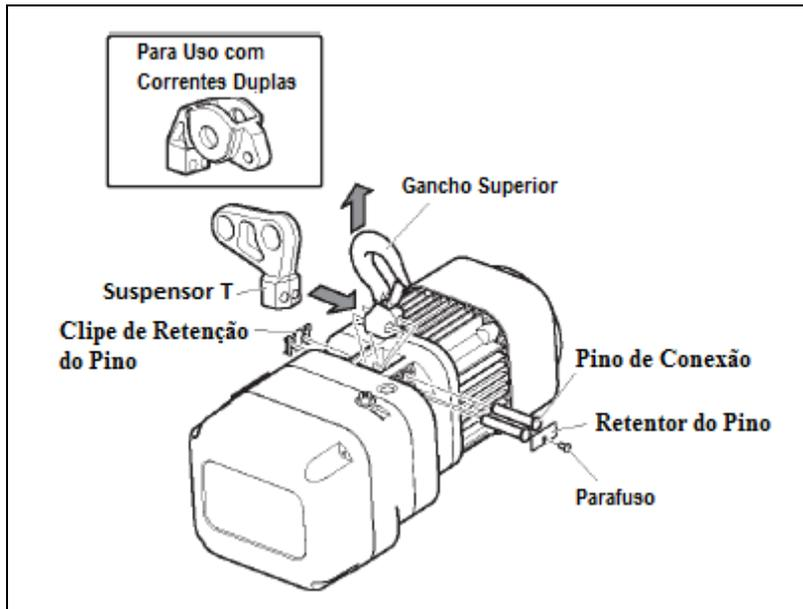
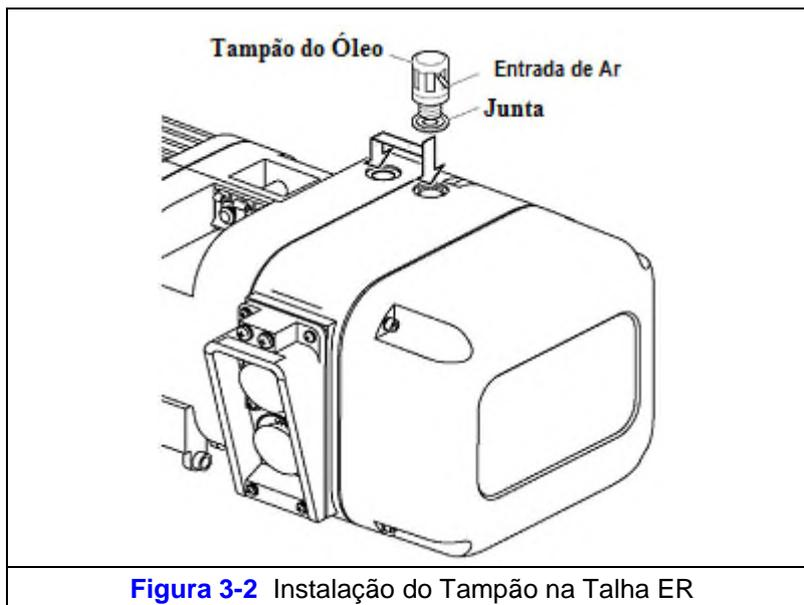

Figura 3-1 Instalação do Suspensor T ou Suporte de Conexão em Talhas ER/NER - até 3 t de Capacidade
Figura 3-2 Instalação do Tampão na Talha ER
- 1) Veja a Figura 3-1.
- 6) Recoloque os dois (2) Pinos de Conexão nos furos do corpo da talha.
- 9) Nas talhas ER, há dois furos para lubrificação com óleo, localizados na parte superior da caixa das engrenagens. No caso da talha ER acoplada ao trole MR, as larguras de alguns flanges tornam necessário transferir o tampão do óleo para o outro furo. Isso evita a interferência com a placa lateral do trole. Veja a Figura 3-2.
- 9)** Nas talhas ER, há dois furos para enchimento com óleo, localizados na parte superior da caixa para engrenagens. No caso da talha ER acoplada ao trole MR, as larguras de alguns flanges tornam necessário transfeir tampão do óleo para o outro furo. Isso evita a interferência com a placa lateral do trole. Veja a Figura 3-2.